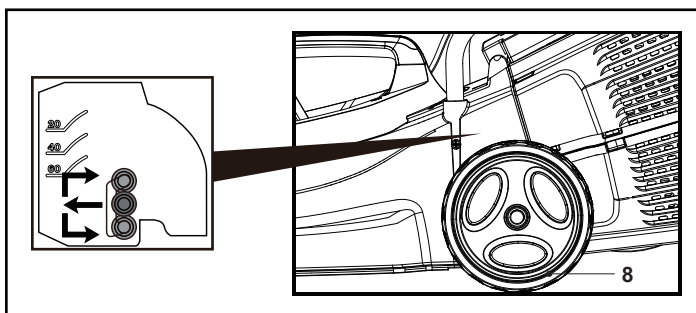

Fig. 9
3. Seleccione una ranura e inserte el eje de la rueda (8) (Fig. 9).